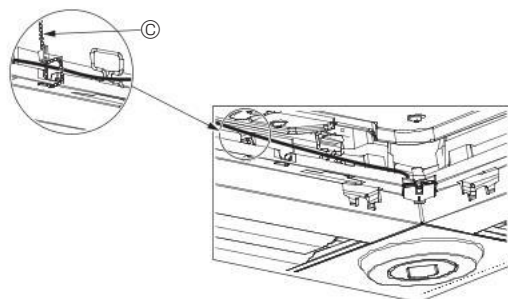

Fig. 10-12
- Segure os fios do i-See sensor e do recetor de sinais no painel com a presilha tal como exibido no diagrama de modo a que não existam folgas e, em seguida, corte o excesso da presilha. (Fig. 10-12)
- Se a posição do i-See sensor tiver sido alterada da posição "o" (E) para a posição "□" (F), altere as definições da função. (Consulte a página 154.)